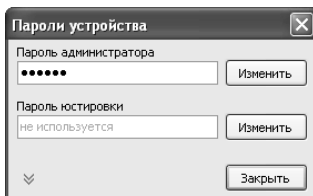

Рисунок 3
6.4 При первой попытке изменения настроек программа предложит ввести пароль администратора, нажать "Да". В появившемся окне ввести пароль (заводское значение – "123456") и нажать кнопку "Заккрыть" (рисунок 3).